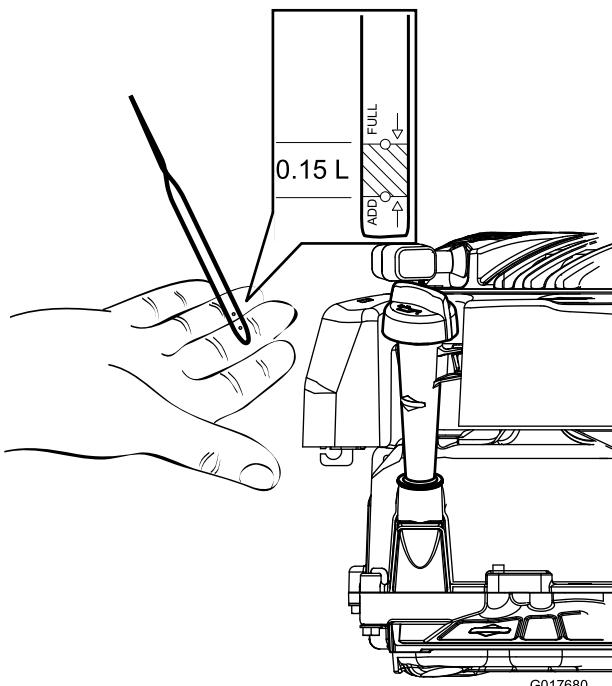

Bild 5
1. Ziehen Sie den Peilstab heraus (Bild 5).
2. Füllen Sie das Öl langsam in den Einfüllstutzen ein, um den Ölstand auf die Marke Voll am Peilstab anzuheben (Bild 5 und Bild 6). Warten Sie 3 Minuten und prüfen Sie dann den Ölstand erneut mit dem Peilstab. Füllen Sie nicht zu viel ein. (Max. Füllstand: 0,47 l der Ölsorte: Waschaktives SAE 30-Öl mit der Klassifizierung SF, SG, SH, SJ, SL oder höher durch das American Petroleum Institute (API)).